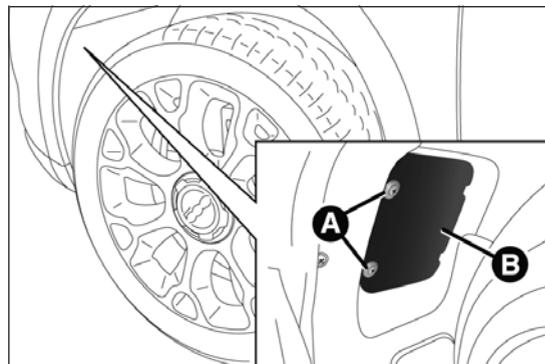

fig. 170
- dévisser les vis A fig. 170 et enlever le volet B ;